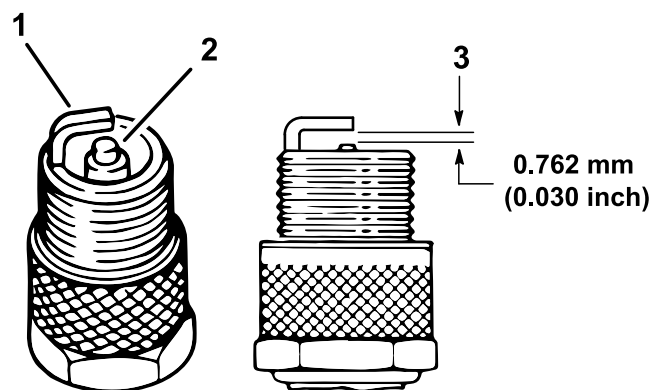

Figura 35
4. Verifique o estado dos elétrodos lateral e central, bem como do isolante do eléctrodo central, certificando-se de que não se encontram danificados (Figura 35).
5. Ajuste a folga existente entre a zona central e lateral do elétrodo para 0,76 mm, como se mostra na Figura 35.